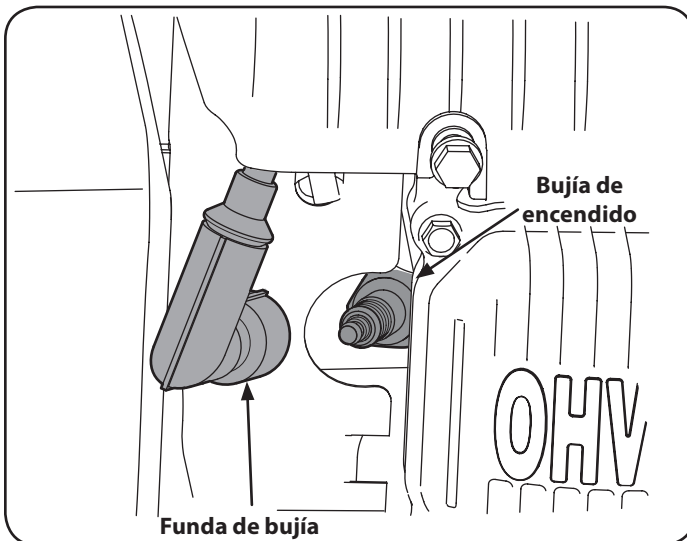

Figura 35
1. Retire la funda de bujía y utilice una llave para bujías para extraer la bujía. Vea la Figura 35.